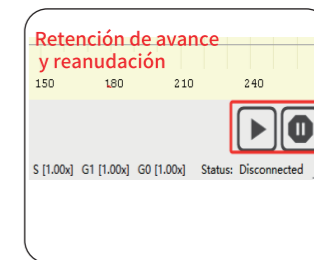

Figura 20 Mantenimiento y recuperación de alimentación
- Si solo desea hacer una pausa mientras el láser está funcionando y continuar completando el trabajo pendiente, puede hacer clic en el botón de retención de alimentación y reanudación como se muestra en la Figura 20.